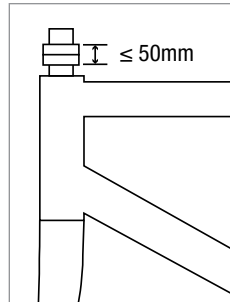

Abbildung 4
6. Fügen Sie dem Gabelschaft ein oder mehrere Distanzstücke zu, achten Sie darauf, dass der Distanzstückstapel 50 mm nicht überschreitet (Abbildung 4).